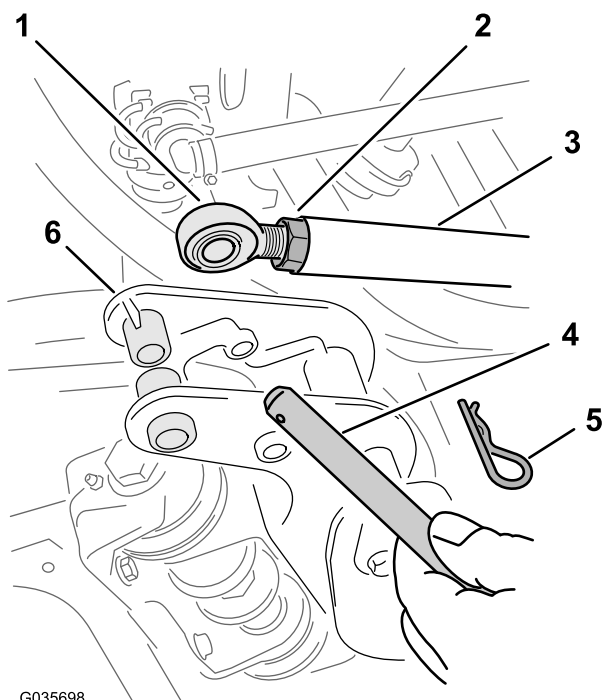

Figura 7
2. La nivelul suportilor de pivotare ai seciunilor exterioare ale braului, îndepărtați știftul în formă de agrafă și știftul cu cap și gaură pentru cui spintecat care fixează capătul tijei pentru cilindru de ridicare pe suportul de pivotare (Figura 7).
- Slăbii contrapiuliile de la capetele tijei pentru fiecare cilindru de ridicare (Figura 7).
- Reglai capătul tijei pentru capătul cilindrilor de ridicare până când orificiile din capetele tijei se aliniaza cu orificiile din suporii de pivotare pentru seciunile braului (Figura 7).
- Fixai cuiele spintecate la suporii de pivotare cu tifturile în formă de agrafă (Figura 7) pe care le-ai îndepărtat la pasul 2.
- Strângei bine contrapiulia de la fiecare tijă (Figura 7).